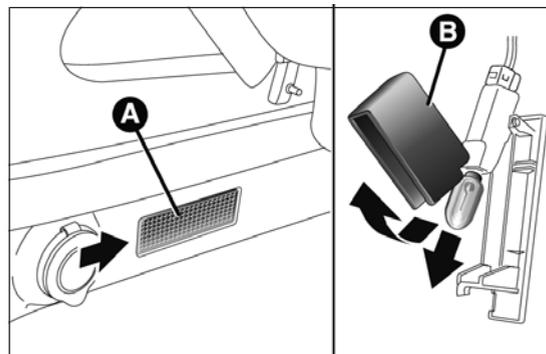

fig. 194
- ouvrir le coffre à bagages et extraire le plafonnier A fig. 194 en agissant sur le point indiqué par la flèche ;